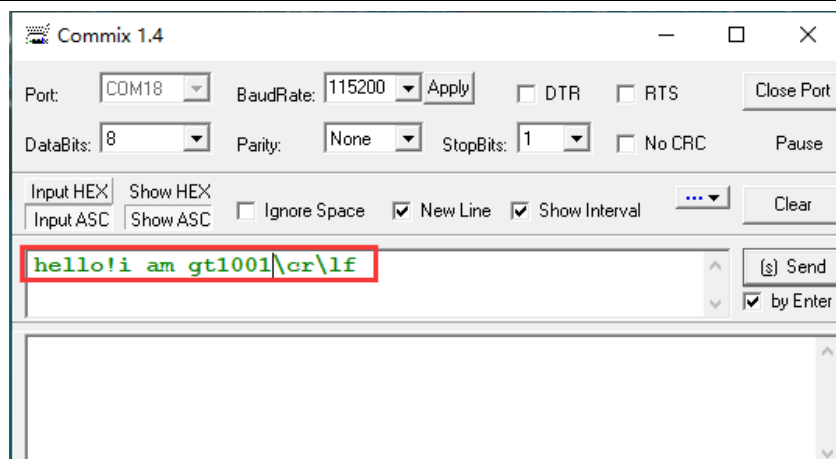

图 17-7 串口参数设置界面
(5) 打开“Commix”串口测试工具，串口参数设置如图 17-7 所示，然后点击“open port”打开串口。